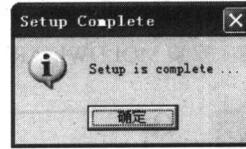

图 1-32 安装步骤 (4)
(6) 完成安装后, 弹出如图 1-32 所示的对话框提示, MOLDWIZARD 模块安装完成。